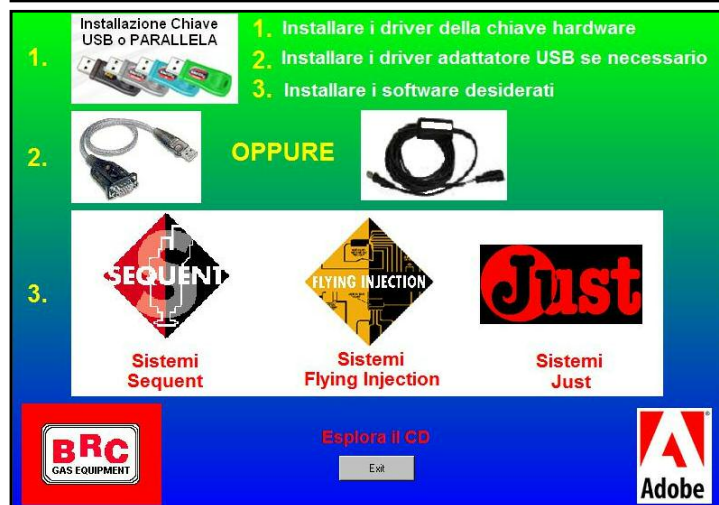

fig. 2-2
5. Nella schermata mostrata in fig. 2-2, premere sull'icona relativa ai sistemi SEQUENT.